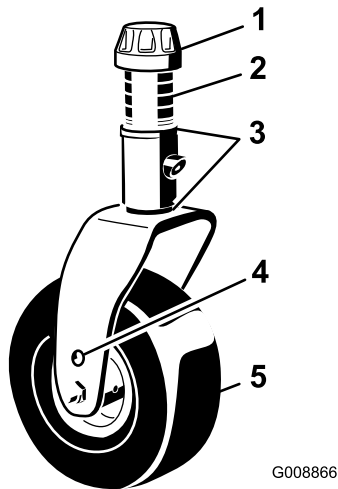

Figura 32
3. Ajuste los suplementos de 3 mm de las horquillas de las ruedas giratorias delanteras hasta que la altura de corte se corresponda con la marca de la pegatina (Figura 32); consulte Ajuste de la altura de corte \(página 28\).